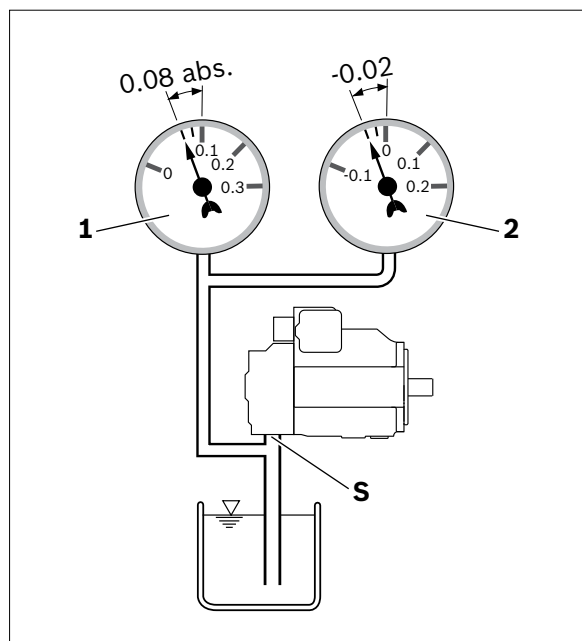

図 21: 吸入圧力
- ▶ アキシャルピストンポンプのすべての取付位置および取付場所で、運転中および冷間始動時に、0.08 MPa (絶対圧) の最小吸入圧力がポート「S」で確保されていることを確認してください (図 21 を参照)。詳しい値については、カタログを参照してください。